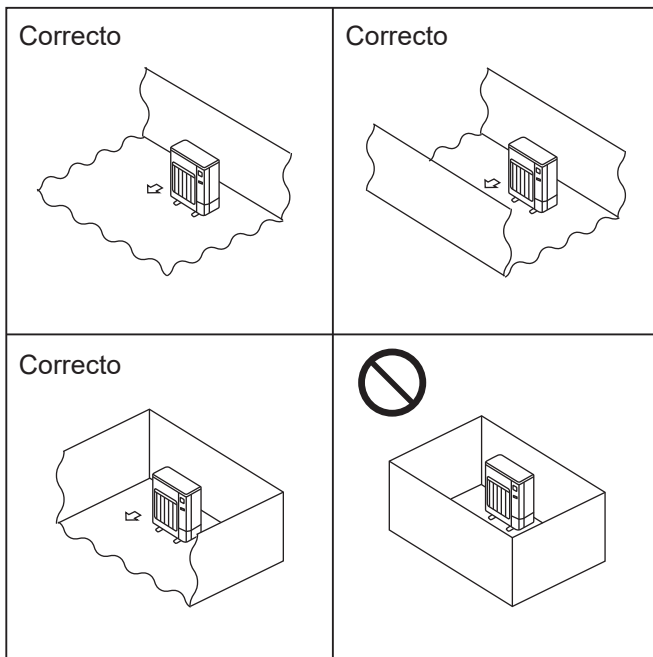

Fig. 2-2
- Instale las unidades exteriores en un lugar donde al menos uno de los cuatro lados esté abierto, y en un espacio lo suficientemente grande y no elevado. (Fig. 2-2)